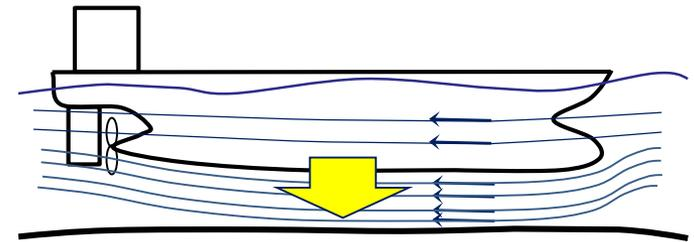

Figura 14. Efecto "Squat" por navegación en aguas poco profundas [1].
- **Resistencia en aguas poco profundas (efecto "Squat")** Figura 14. Aumenta la velocidad del agua bajo el casco, cae la  $P$ , efecto de succión  $\rightarrow$  aumenta la superficie mojada  $\rightarrow R_v \uparrow$ . Las olas generadas en aguas poco profundas son más grandes  $\rightarrow R_w \uparrow$ . En consecuencia:  $R_T$  aumenta.